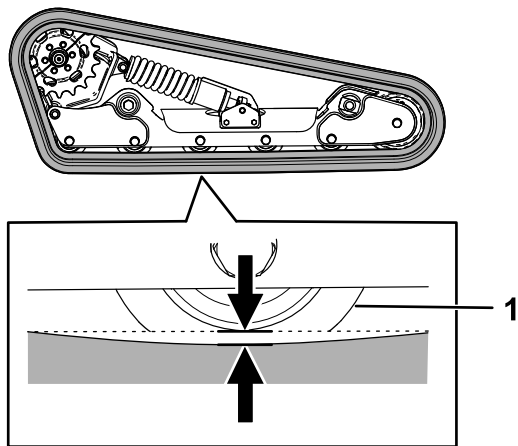

Рисунок 56
Приподнимите и установите на опору одну сторону машины и, используя массу гусеницы, проверьте, чтобы зазор между нижней частью кромки опорного катка и гусеницей был равен 13 мм, как показано на Рисунок 56. Если это не так, отрегулируйте натяжение гусеницы, используя следующую процедуру.
5. Используя ключ с храповым механизмом на ½ дюйма, поверните натяжной винт так, чтобы прогиб гусеницы составил 13 мм, как показано на Рисунок 56.
9. Проверьте, чтобы прогиб гусеницы составлял 13 мм, как показано на Рисунок 56. При необходимости отрегулируйте тормоза.
20. Используя ключ с храповым механизмом на ½ дюйма, поверните натяжной винт против часовой стрелки так, чтобы прогиб гусеницы составил 12,7 мм, как показано на **Рисунок 56**.
25. Проверьте, чтобы прогиб гусеницы составлял 12,7 мм, как показано на **Рисунок 56**.